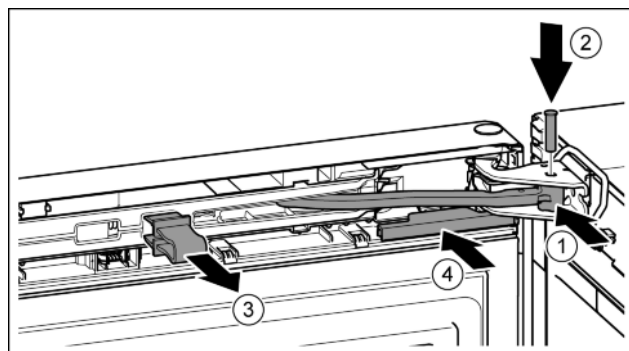

Fig. 23
▶ Tourner l'articulation dans le support de palier. Fig. 23 (1)
- ▶ Introduire le boulon dans le support de palier et l'articulation. Veiller à ce que l'ergot d'encliquetage repose correctement dans la rainure. *Fig. 23 (2)*
- ▶ Enlever l'arrêtoir. *Fig. 23 (3)*
- ▶ Enfiler le cache. *Fig. 23 (4)*